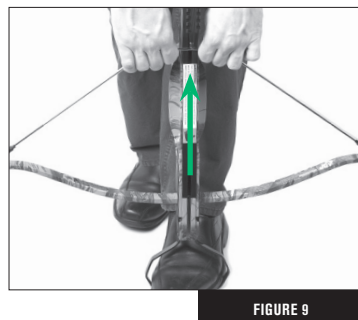

FIGURE 9
3. Un de vos pieds étant solidement ancré dans l'étrier, tirez la corde de l'arbalète vers le haut jusqu'à ce qu'elle se verrouille solidement dans le mécanisme de détente (Fig. 9).